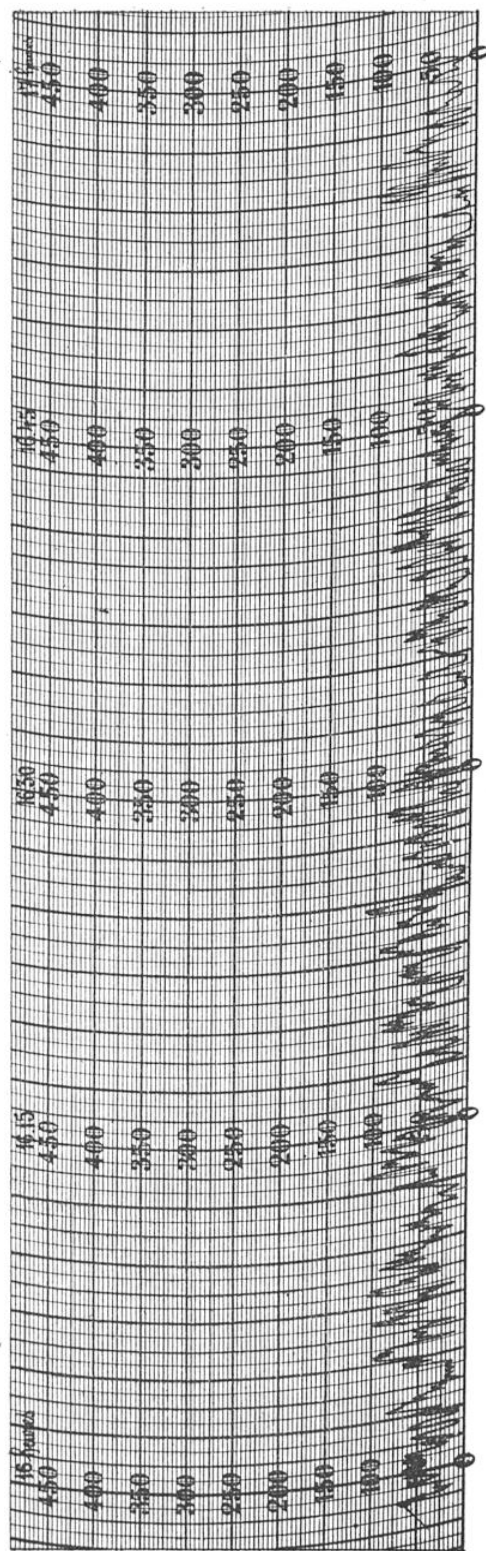

FIG. 3. — DIAGRAMME ENREGISTREUR DU FONCTIONNEMENT DE LA TURBINE AÉRIENNE
On obtiendra de bons résultats avec un couple de condensateurs de 2 microfarads mis en parallèle (fig. 3). La bobine devra avoir une inductance considérable ; elle devra donc avoir des dimensions appréciables.
Les diagrammes que nous mettons ici sous les yeux des lecteurs permettent de se rendre compte exactement de ces phénomènes bien connus : l'un d'eux (fig. 3) indique les variations instantanées de la vitesse du vent pendant soixante minutes, c'est-à-dire de 16 à 17 heures, à la date du 28 novembre 1923. Au cours de cette période, on peut constater que la moyenne d'intensité du vent a été de 5 à 7 mètres à la seconde, mais on observe cent trente pointes où elle est descendue au-dessous de 3 mètres-seconde, tombant fréquemment à 0, et aussi quarante pointes où la vitesse a dépassé 7 mètres-seconde, allant fréquem-
*Ce diagramme a été inscrit en même temps que celui de la figure 3, où, pendant soixante minutes, de 16 à 17 heures, on observa vingt-quatre sautes du vent, oscillant constamment entre le sud et l'ouest, à l'aide d'un anémoscope, instrument faisant connaître la direction du vent.*